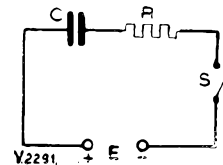

Fig. 2. Opladen van een condensator over een weerstand
**Fig. 2.** Detail van de constructie van de 21 MHz-staafantenne. Terwille van de duidelijkheid is slechts één contra-straler van de „drooping ground plane” getekend. 1 = staafantenne 21 MHz; 2 = isolator; 3 = veer; 4 = stub van RG-8/U, lang 2,30 meter; 5 = einde stub kortgesloten en aan de mast verbonden; 6 = coax-kabel door de mast. De aangegeven lengtematen zijn in meters
De drie contra-stralers van de 21 MHz staafantenne hebben dezelfde lengte als de straler zelf en worden onder een kleine hoek t.o.v. de mast naar beneden gespannen door een stalen veertje, ongeveer 30 cm van de mast. De bovenkant van deze contra-stralers wordt bovenaan goed met de aluminium mast verbonden, evenals de buitenmantel van de coaxkabel (Fig. 2).